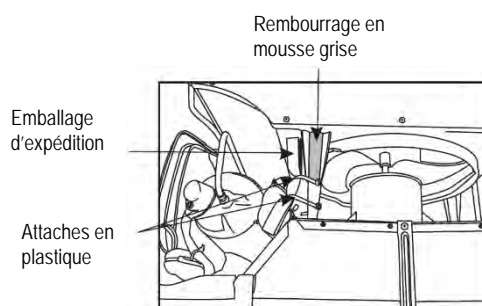

FIG. 7
10. Votre appareil pourrait vous parvenir avec de l'emballage interne (emballage d'expédition, attaches en plastique, rembourrage en mousse grise, tel qu'illustré à la figure 7). Cet emballage DOIT être retiré avant d'installer le climatiseur dans le boîtier.